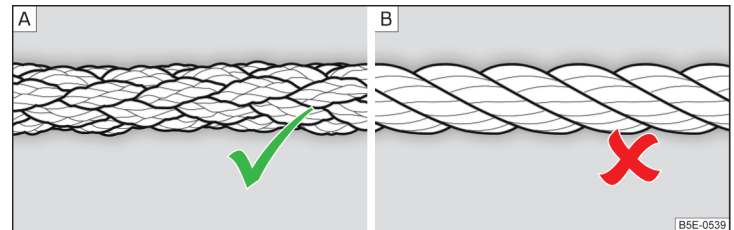

Abb. 247 Geflochtenes Abschleppseil / Gewundenes Abschleppseil
Zum Abschleppen mittels eines Abschleppseils nur ein geflochtenes Kunstfaserseil » Abb. 247 - A verwenden » !
- Zum Abschleppen ist kein gewundenes Abschleppseil zu verwenden » Abb. 247 - B, die Abschleppöse könnte sich am Fahrzeug herausdrehen - es besteht Unfallgefahr.